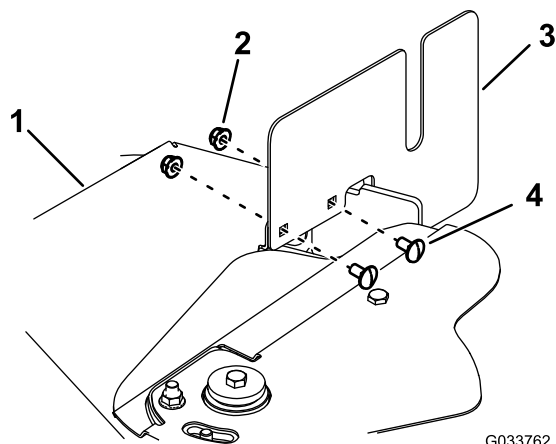

Рисунок 69
5. Отверните 4 каретных болта и 4 гайки, которые крепят 2 боковые крышки к кожухам ремня (Рисунок 69).
12. Прикрепите 2 боковые крышки к кожухам ремня с помощью 4 каретных болтов и 4 гаек (Рисунок 69).